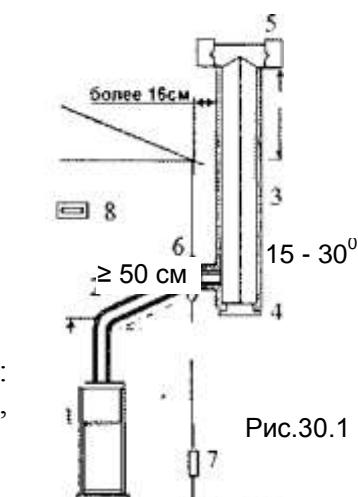

Рис.30.1
## 8. Дымоход приставной. (Рис. 30.1.)
8.2. Приставной дымоход показан на рис. 30.1.: